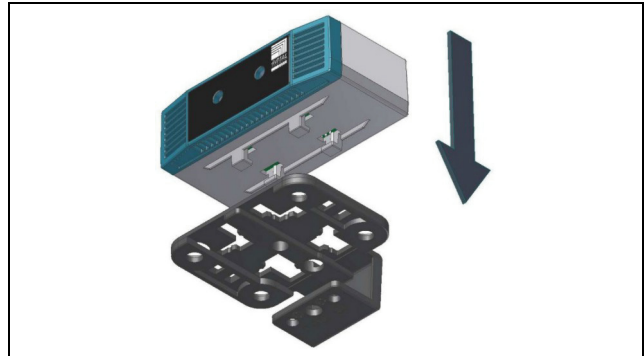
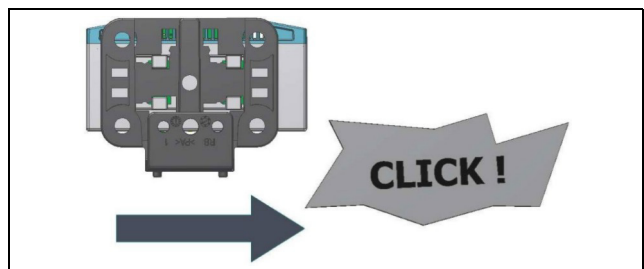

Abb. 2: Aufsetzen des Sensors auf den Halter
Abb. 3: Einrasten des Sensors auf dem Halter
- Setzen Sie dann den Temperatur-/Feuchtesensor auf den Halter auf (Abb. 2) und rasten Sie ihn ein (Abb. 3).